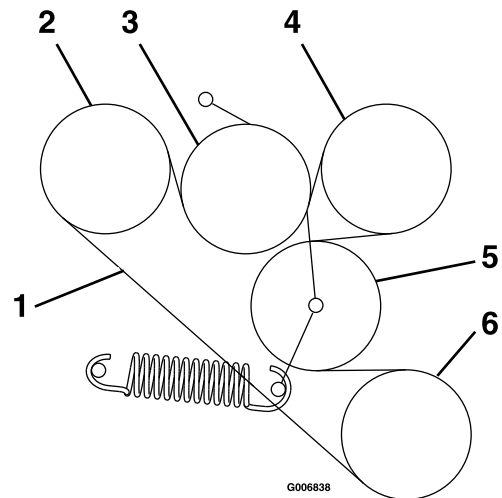

Figure 61
6. Acheminez la courroie neuve sur les poulies comme montré sur l'autocollant situé au dos de la protection d'entraînement gauche (Figure 61).